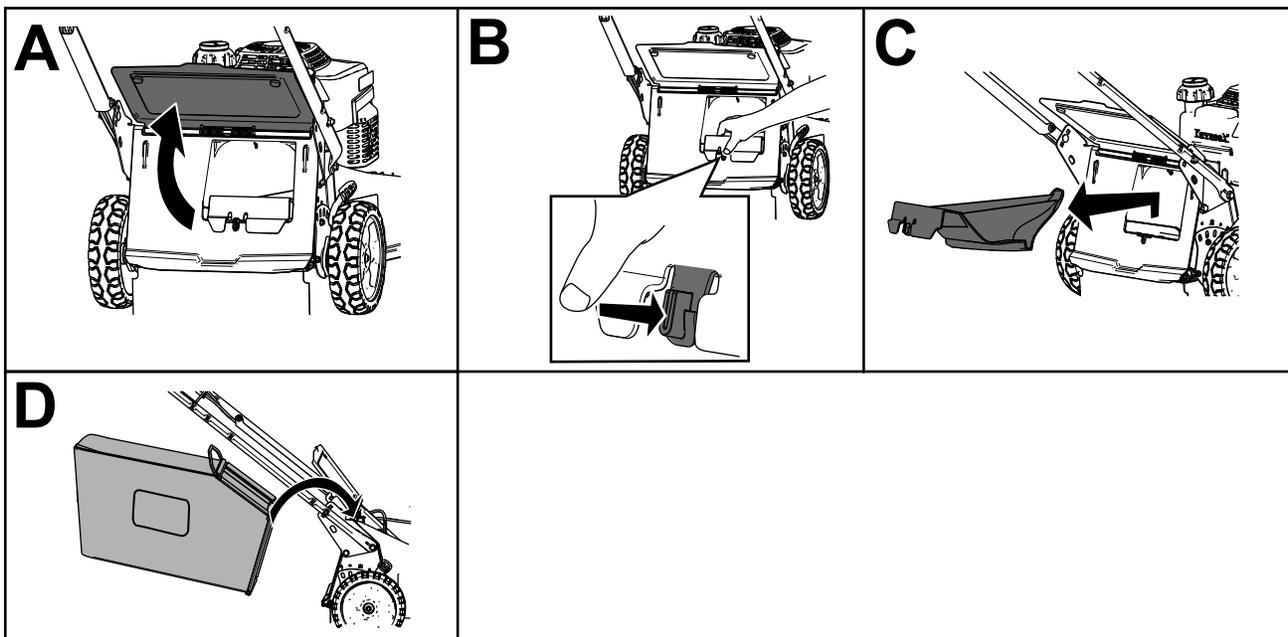

Bild 17
2. Heben Sie das hintere Ablenkblech an und halten Sie es hoch (A in Bild 17).
3. Drücken Sie zum Entfernen der Heckauswurfklappe mit dem Daumen auf den Riegel und ziehen die Klappe aus der Maschine (B und C von Bild 17).
4. Setzen Sie die Enden der Fangkorbstange in die Kerben an der Unterseite des Holms ein und bewegen den Fangkorb nach vorne und hinten, um sicherzustellen, dass die Enden der Stange richtig in den Kerben sitzen (D von Bild 17).